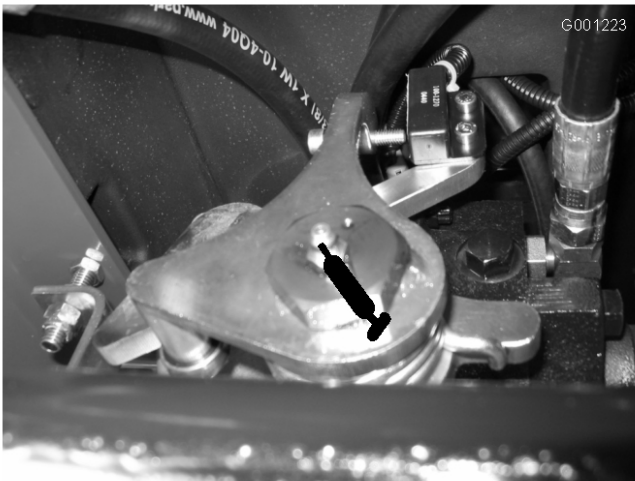

Figura 40
- Eje de punto muerto de la transmisión (Figura 40)